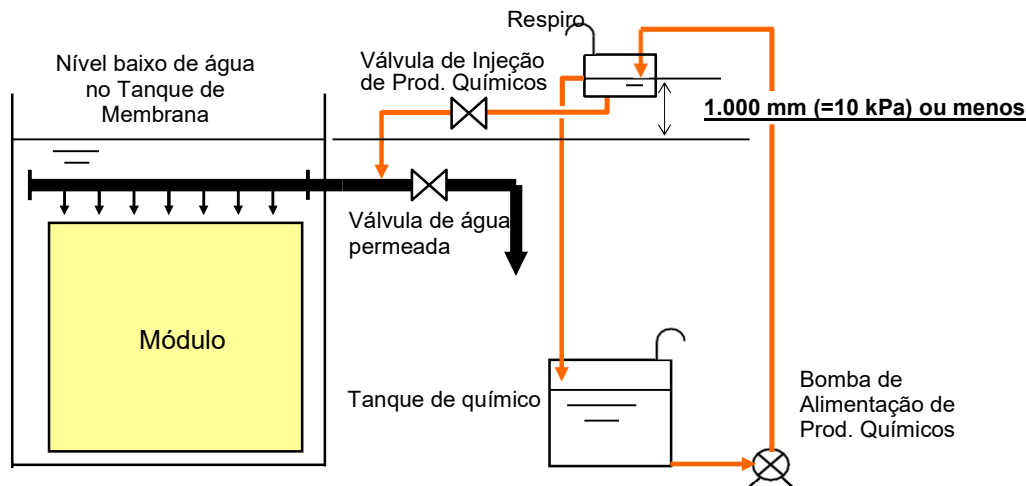

Fig.VIII-2 Limpeza Química com Tanque de Químico situado na Parte Inferior
- a. Limpeza química utilizando o tanque químico situado na parte inferior (Fig.VIII-2)